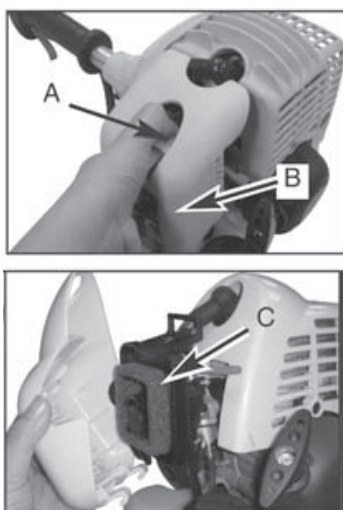

Рис. 16
1. Нажмите на язычок на крышке воздушного фильтра (A), удалите крышку (B) и выньте фильтр (C) (Рис. 16)